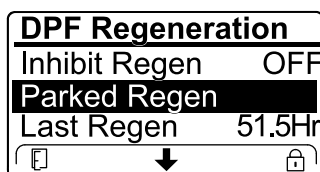

Figura 87
- În cazul în care computerul motorului solicită o regenerare de recuperare sau procesează o regenerare de recuperare și derulai în jos la opțiunea PARKED REGEN (Regenerare în stare de parcare), regenerarea în stare de parcare se blochează și pictograma de blocare (Figura 87) apare în colul dreapta jos al InfoCenter.